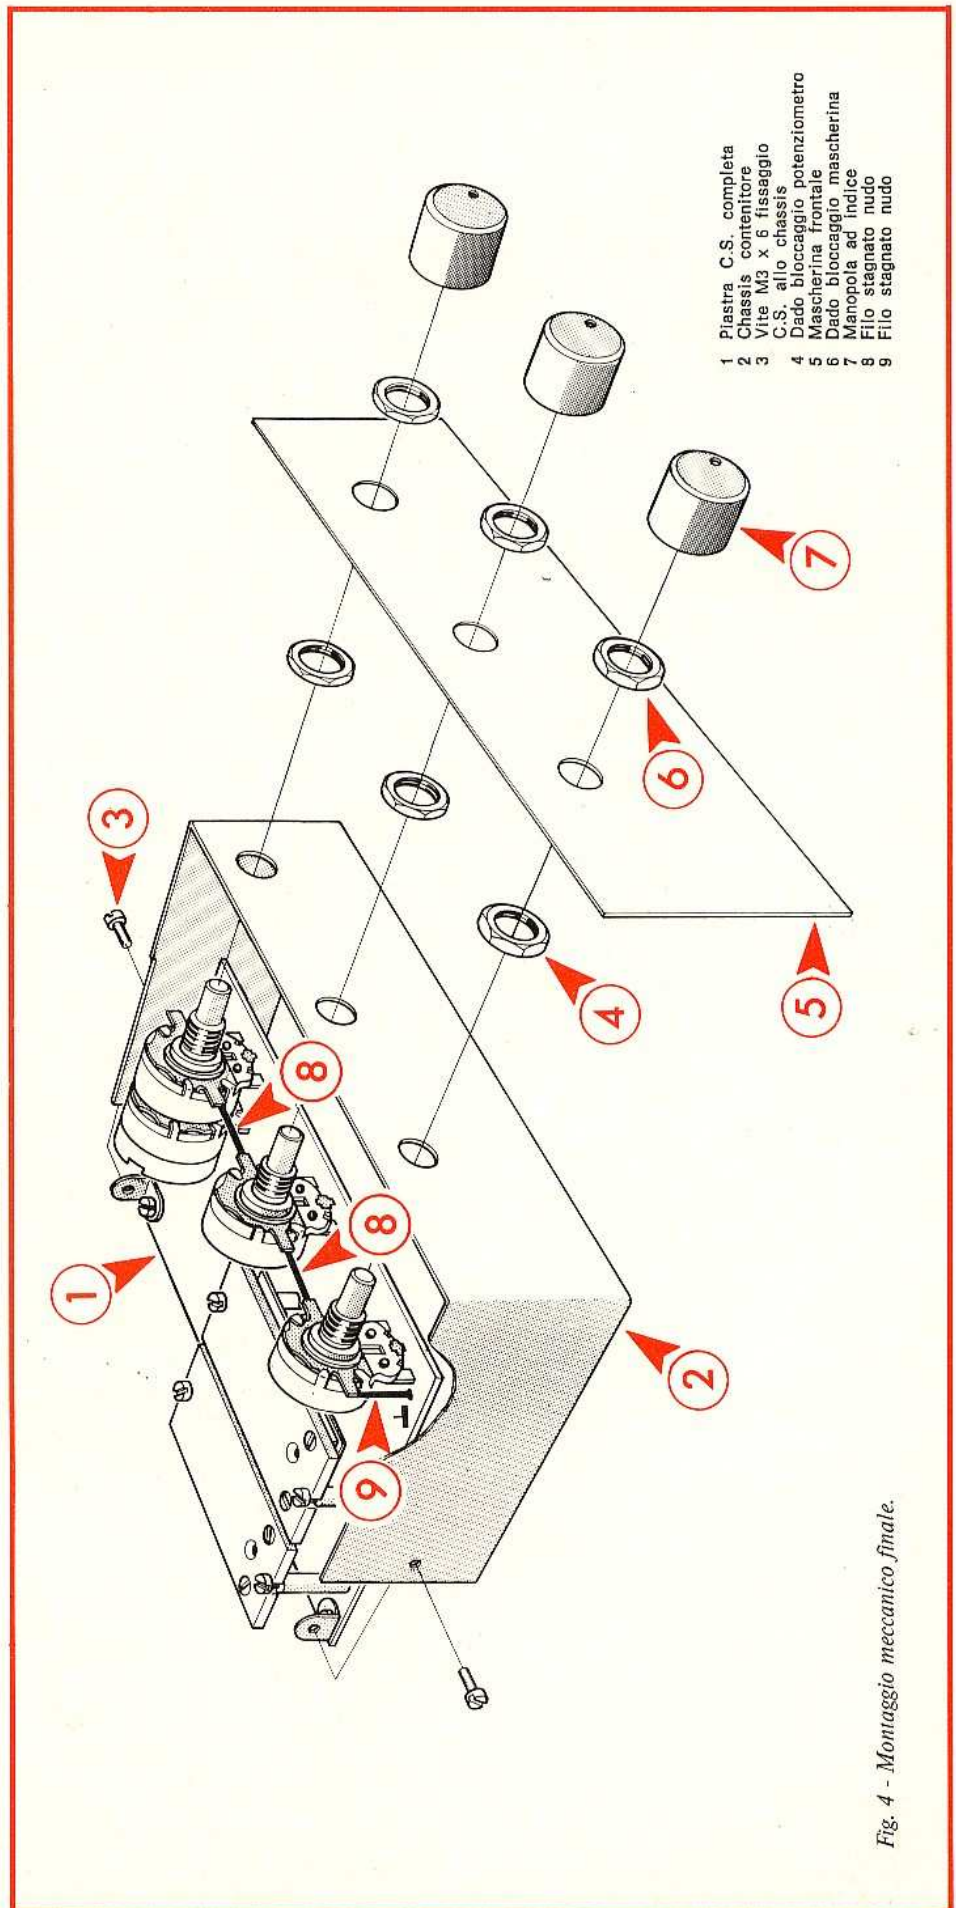

Fig. 4 - Montaggio meccanico finale.
□ Con riferimento alla fig. 4 montare i due distanziatori cilindrici in plastica per ciascun circuito amplificatore di canale fissandoli ai fori corrispondenti del circuito stampato mediante le apposite viti. Al lato superiore di queste colonnine montare gli amplificatori completi di protezione isolante, ponendo la massima cura che le prese femmine entrino nelle prese maschio senza torcere alcun piedino.